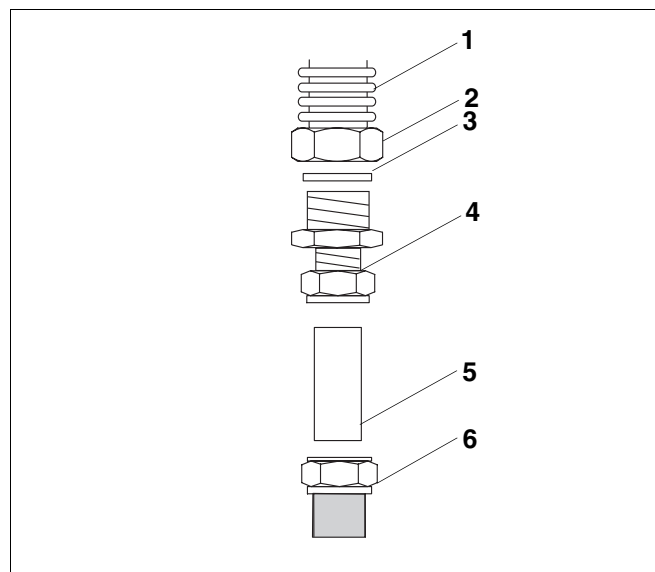

Fig. 7 Collegamento del Twin Tube DN 20 al sistema di serraggio con anello da 22 mm
- Inserite la guarnizione (fig. 7, **pos. 3**) nel dado di raccordo premontato Rp1 (fig. 7, **pos. 2**).
- Avvitare il sistema di serraggio diritto con anello R1 × 22 mm (fig. 7, **pos. 4**) al dado di raccordo premontato Rp1 (fig. 7, **pos. 2**) del tubo ondulato in acciaio inox (fig. 7, **pos. 1**).
- Fissate il dado di raccordo premontato Rp1 (fig. 7, **pos. 2**) al sistema di serraggio diritto con anello R1 × 22 mm (fig. 7, **pos. 4**) mediante una chiave per bulloni adatta.
- Tagliate i tubi di rame Ø 22 mm (fig. 7, **pos. 5**) a misura giusta per poterli inserire di 2–3 cm nei sistemi di serraggio con anello (fig. 7, **pos. 4**).
- Spingete i tubi di rame Ø 22 mm (fig. 7, **pos. 5**) tagliati a misura, interamente dentro i sistemi di serraggio con anello, fino all'arresto.